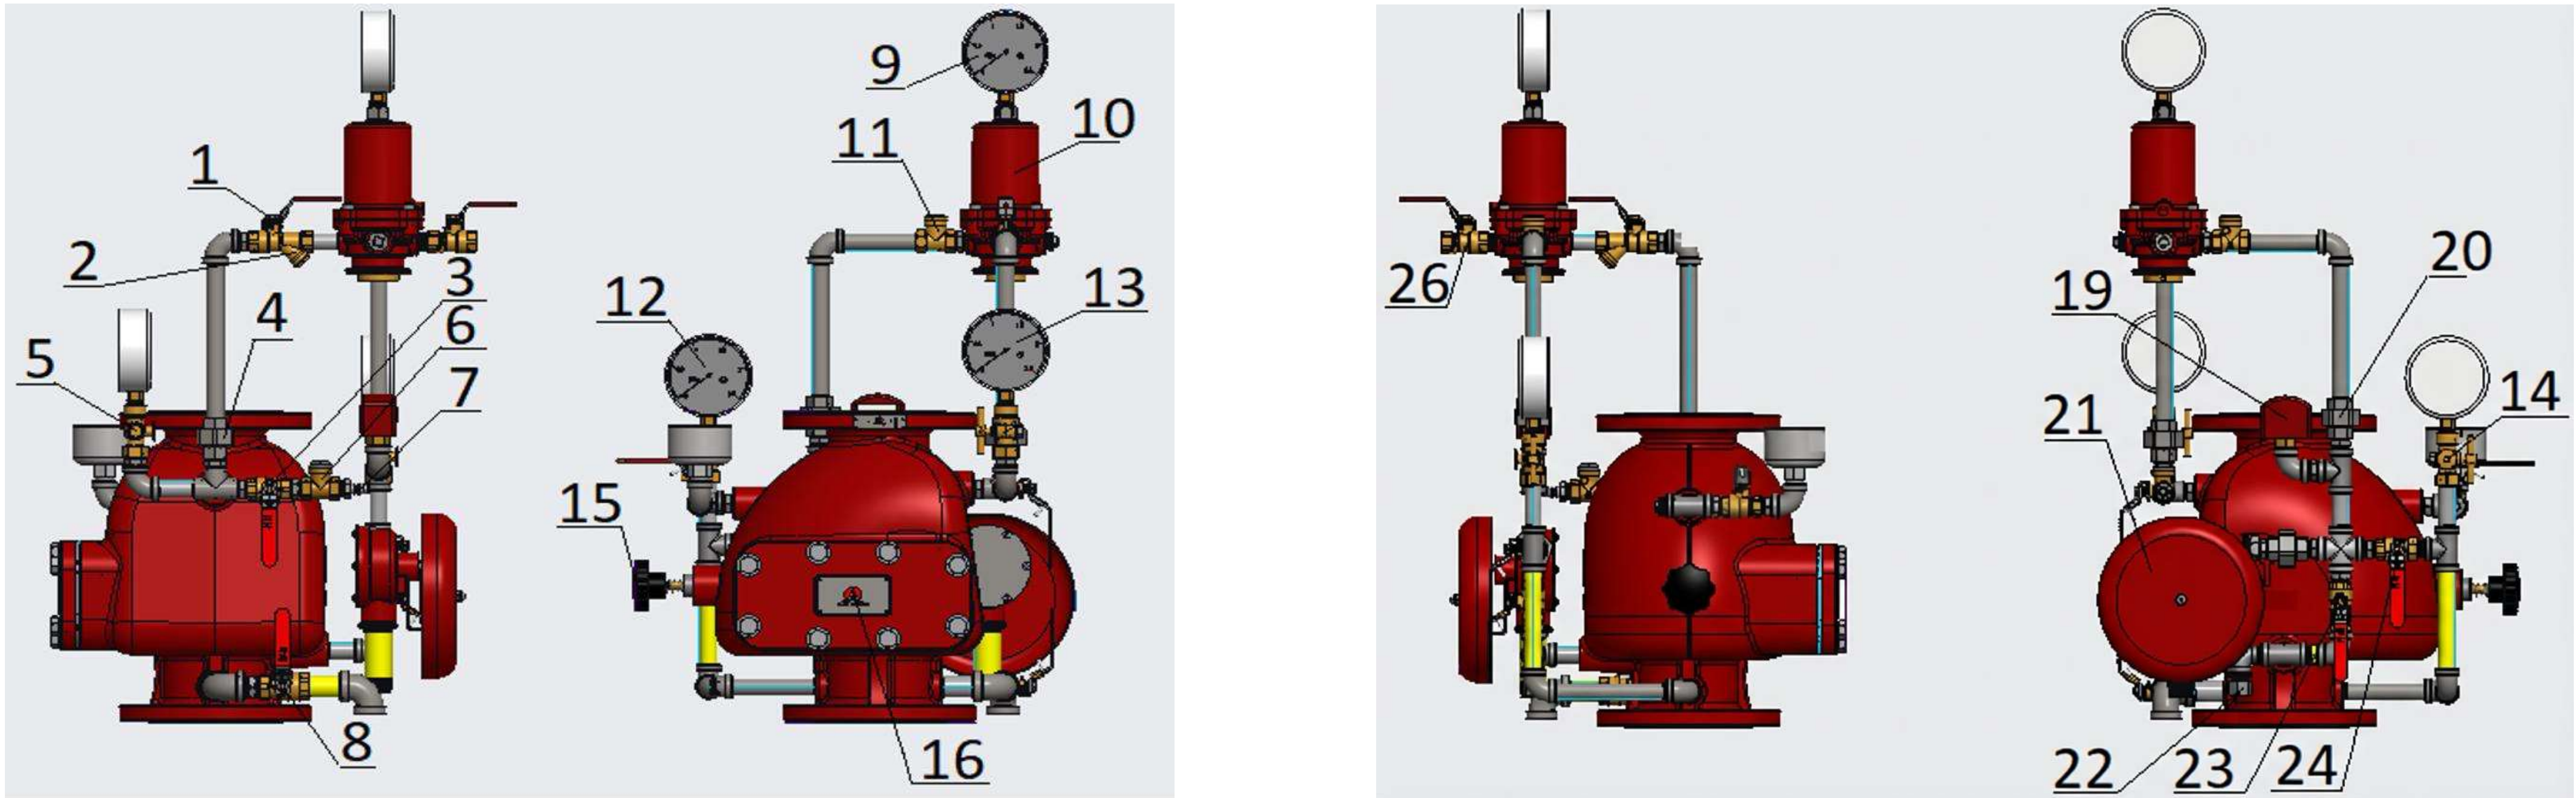

Рисунок 6. Общий вид УУ
7.7 Работы по обслуживанию комплектующих элементов (рис. 6, таблица 10) выполнять в следующем порядке: